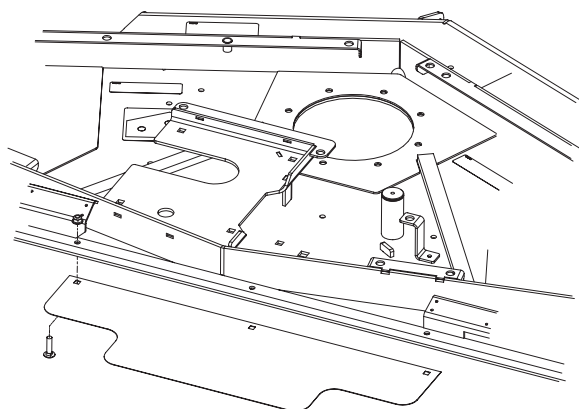

Figure 4
6. Montez le déflecteur arrière à l'arrière du plateau de coupe au moyen de (3) boulons de carrossier 5/16 x 1/4 pouce et d'écrous à embase. Positionnez le déflecteur comme illustré à la figure 4.